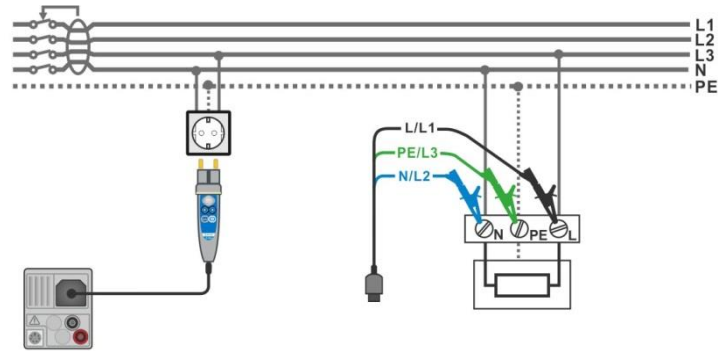

Abbildung 7.97: AUTO TN (RCD) Messung
- Schließen Sie die Prüfleitungen oder den Commander Prüfstecker am Prüfling an, siehe **Abbildung 7.97**.